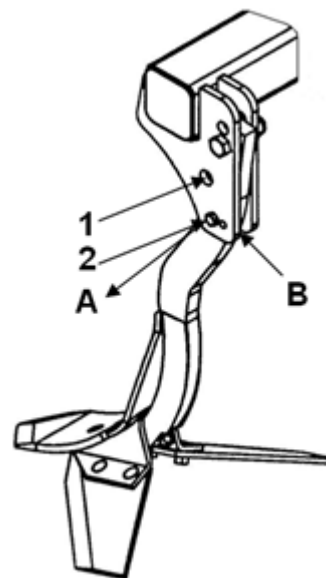
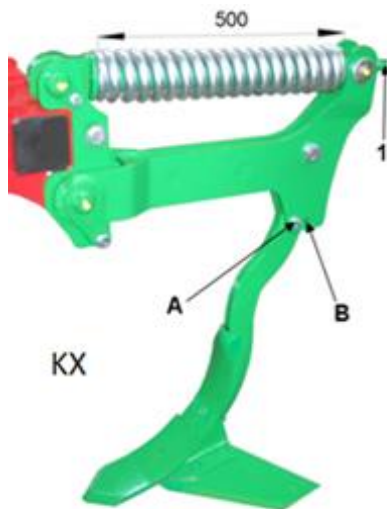
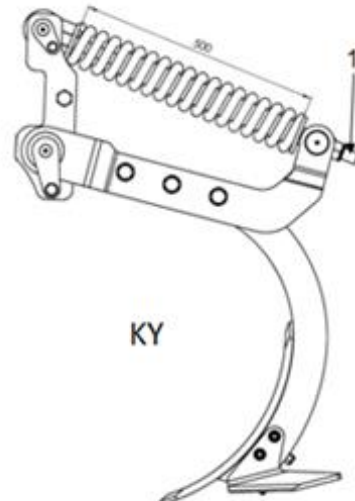

Рис.1
Рис. 2
Рис. 3
После среза предохранителя (2) Рис. 1 уберите поврежденные части болта. Ослабьте болт (1) Рис. 1, немного приподнимите культиватор и вставьте новый предохранитель. Оба болта нужно плотно завинтить.
Для натяжения пружины предназначен болтовой соединитель 1(Рис. 2; Рис.3).
В рукоятке зуба **KX** Рис.1; Рис.2 есть два отверстия (под предохранитель):